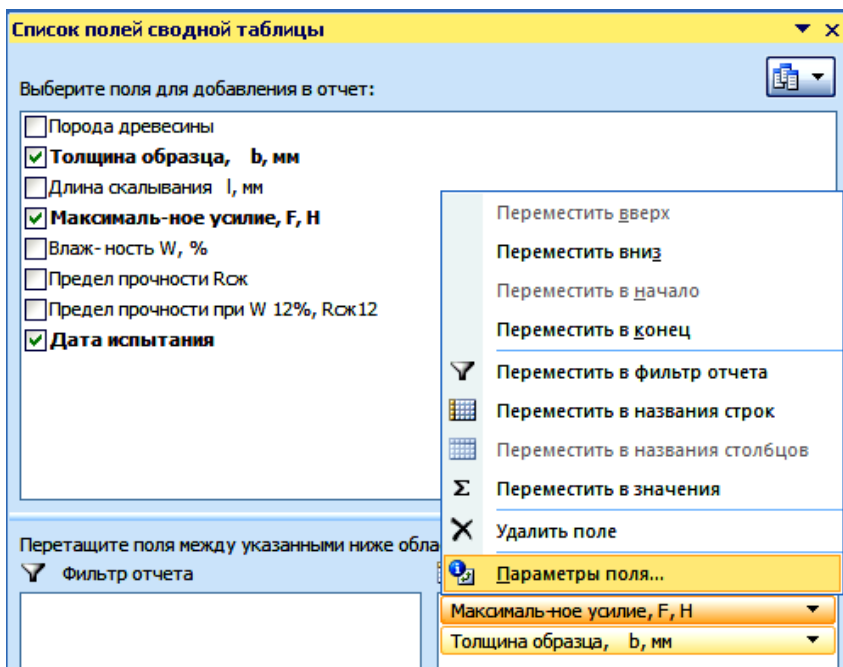

Рис. 6.11. Вызов команды *Параметры поля*
– выполнить в меню команду *Параметры поля* (рис. 6.11);